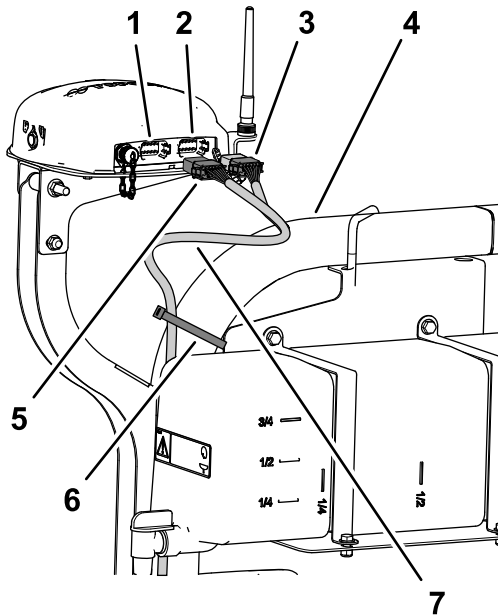

Рисунок 199
2. Проложите ответвление жгута проводов передачи данных длиной 390 см вдоль правой трубы конструкции ROPS так, чтобы 12-гнездовой разъем (серый) и 12-гнездовой разъем (черный) были направлены вверх, в сторону навигационного приемника (Рисунок 199).
- Прикрепите ответвление жгута проводов передачи данных длиной 390 см к правой трубе конструкции ROPS с помощью двух кабельных стяжек, как показано на Рисунок 199.